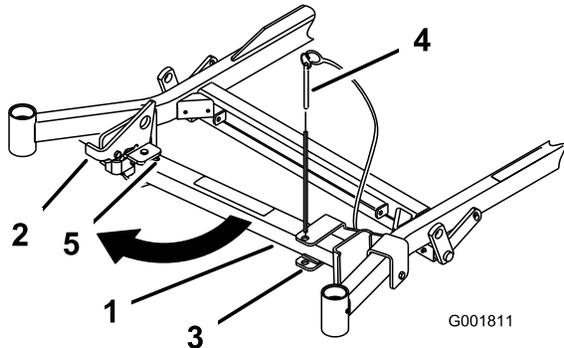
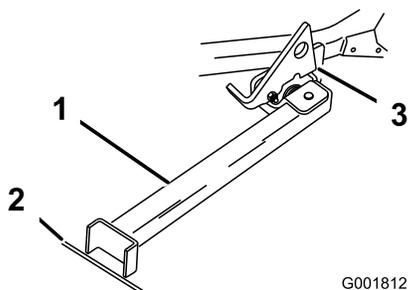

Рисунок 47
Рисунок 48
2. Извлеките штифт кронштейна (Рисунок 47).
4. Поверните опорную стойку вперед и наружу и задвиньте ее в сторону машины, в нижнюю часть паза (Рисунок 47 и Рисунок 48).
5. Установите башмак опорной стойки на землю и опустите защелку на выступ шарнира (Рисунок 48).
Примечание: Для наилучших результатов установите башмак опорной стойки в место стыка плит пешеходной дорожки или в грунт (Рисунок 48).
7. Наезжайте машиной на опорную стойку. Остановите машину, когда защелка опустится на выступ в заблокированное положение (Рисунок 48).
5. Верните опорную стойку в положение хранения (Рисунок 47).